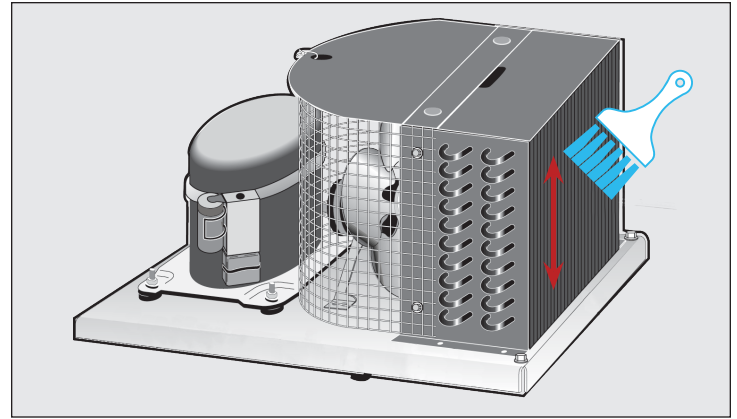

Abb. 2. Reinigen Sie mit einer Bürste mit harten Borsten den angesammelten Schmutz von der Kondensatorrohrschlange.
3. Reinigen Sie mit einer Bürste mit harten Borsten den angesammelten Schmutz sorgfältig von den Lamellen der vorderen Kondensatorrohrschlange. Siehe Abb. 2.